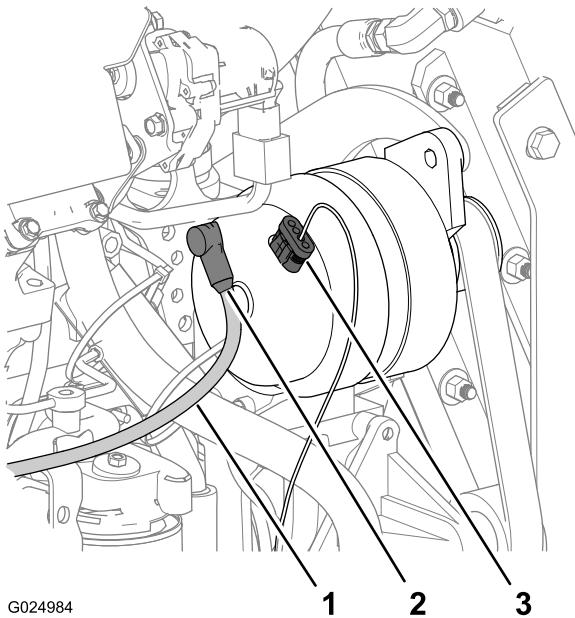

Рисунок 115
1. На генераторе снимите колпачок с клеммы и штыря в задней части генератора (Рисунок 115).
3. Снимите разъем с 4 гнездами провода датчика напряжения от 4-штырькового разъема в верхней части генератора (Рисунок 115).
2. Подсоедините разъем с 4 гнездами провода датчика напряжения к 4-штыревому разъему в верхней части генератора (Рисунок 115).
3. Подсоедините клемму провода зарядки к штырю в задней части генератора (Рисунок 115).
5. Подведите колпачок провода зарядки к клемме и штырю (Рисунок 115).